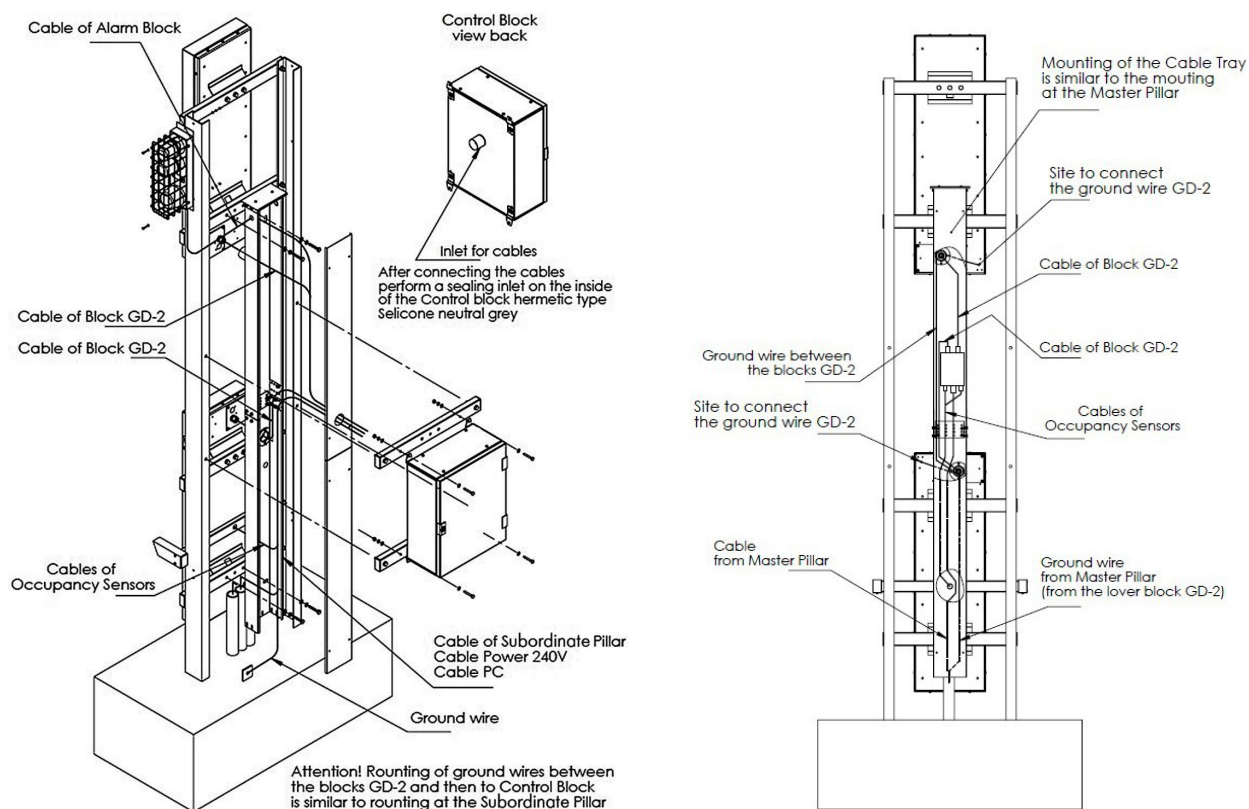

Figura 2.8 . Montaje del pilar maestro (a) y el pilar subordinado (b)
3. Cuelgue los bloques de detección en los casquillos y apriete los pernos DIN 933 M10x45 como se muestra en la Fig. 2.5. Apriete los pernos a las vigas como se muestra en la Figura 2.8. Fije los pernos inferiores posteriormente, junto con la fijación de las bandejas de cables (Figuras 2.9 y 2.10).
4. Monte el anunciador local en el pilar maestro de acuerdo con la Figura 2.8.